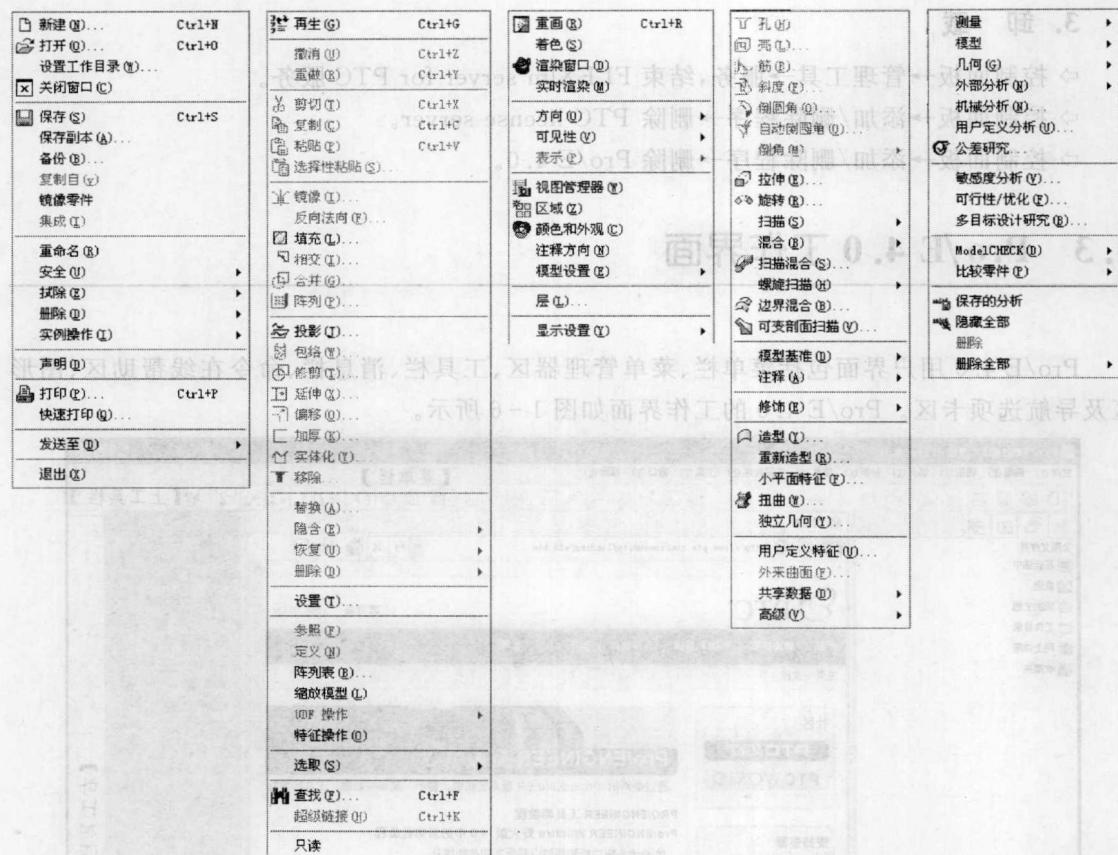
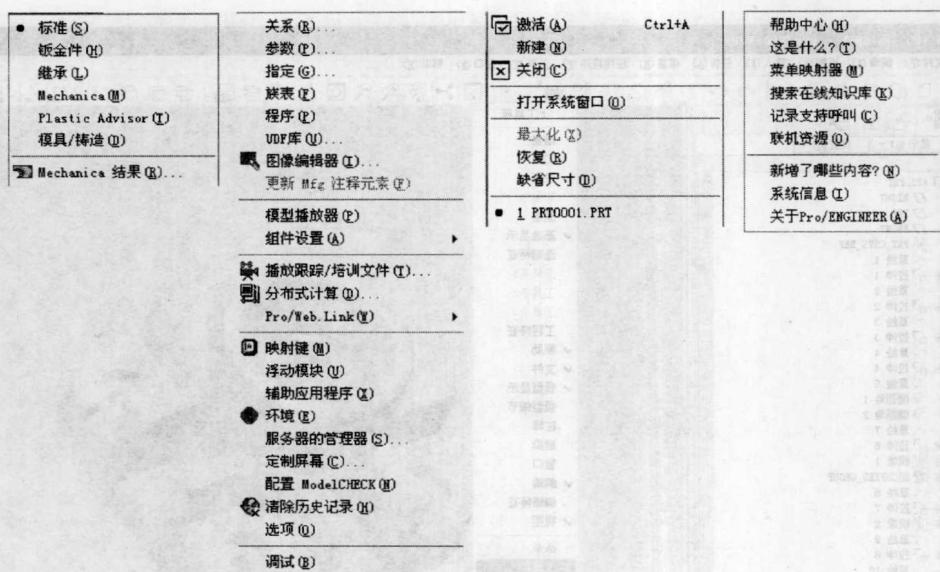

图 1-7
图 1-8
Pro/E 4.0 的菜单栏包括文件、编辑、视图、插入、分析、信息、应用程序、工具、窗口和帮助菜单项,如图 1-7 和图 1-8 所示。
- **文件菜单**: 主要用于对 Pro/E 4.0 文件的管理,包括新建、打开、设置工作目录、保存、导入和导出文件、路径配置和退出等命令,如图 1-7 所示。